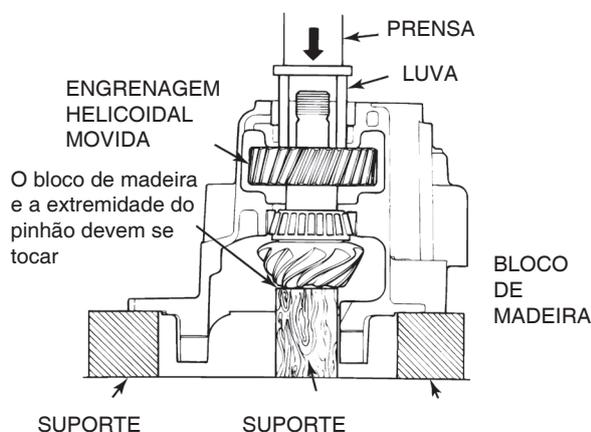

Figura 5.13
7. Coloque a caixa do diferencial numa prensa de modo que a extremidade roscada do pinhão fique voltada para CIMA. Coloque suportes sob o flange da caixa do diferencial de forma que esta fique nivelada. Coloque um bloco de madeira sob a cabeça do pinhão trativo de modo que o cone do rolamento interno toque a capa do rolamento interno. Figura 5.13.
se a engrenagem contra o pinhão trativo até que a engrenagem toque o espaçador. Figura 5.13.